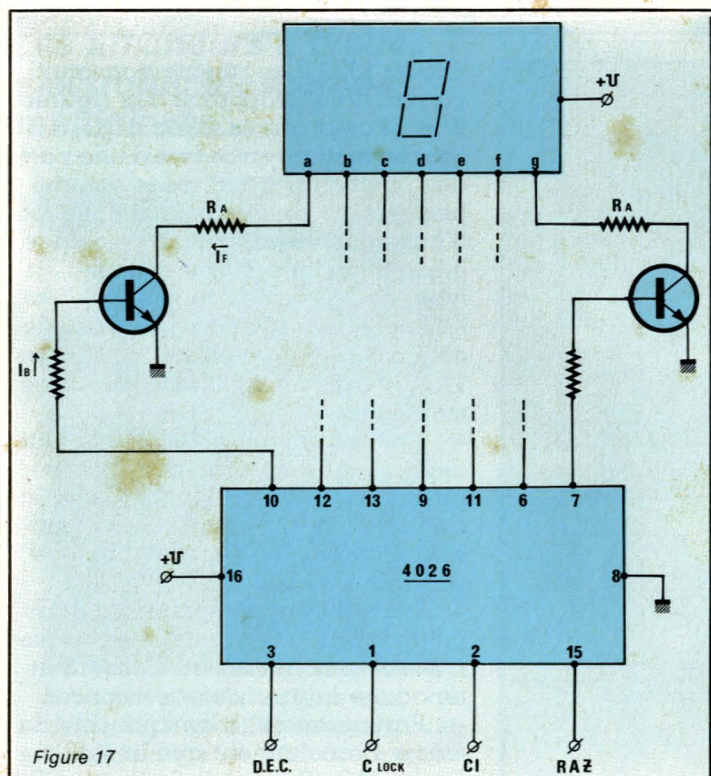

Figure 17
Aux figures 17 et 18 est employé un autre circuit de commande CMOS en l'occurrence un 4026. Celui-ci est une décade de comptage à 5 étages de type JOHNSON avec sorties décodées pour affichage 7 segments. Là encore de nombreuses combinaisons peuvent être réalisées en utilisant, outre l'entrée de comptage clock broche 1, les bornes RESET (15), clock inhibit (2) et Display enable (3). En dehors de ces différentes configurations de fonctionnement permettant de réaliser un circuit de comptage à part entière avec un seul circuit intégré, nos deux schémas nous permettent de constater qu'il peut être utilisé un quelconque des deux types d'afficheur moyennant une petite électronique d'adaptation.
À la figure 17 l'afficheur est à anodes communes et chaque segment est alimenté à travers un transistor NPN avec résistances de base et de collecteur.
cheurs LED 7 segments non multiplexés, nous proposons aux figures 21 et 22 deux autres schémas de réalisation mettant en œuvre d'une part des afficheurs à cathodes communes, ou à anodes communes et d'autre part des circuits de comptage et de décodage respectivement de type 74C 90 (non représentés) et 74C 48. On trouvera une analogie certaine avec les schémas des figures 17 et 18 avec toutefois les différences suivantes :